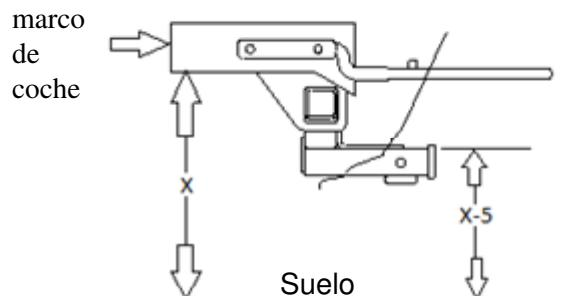
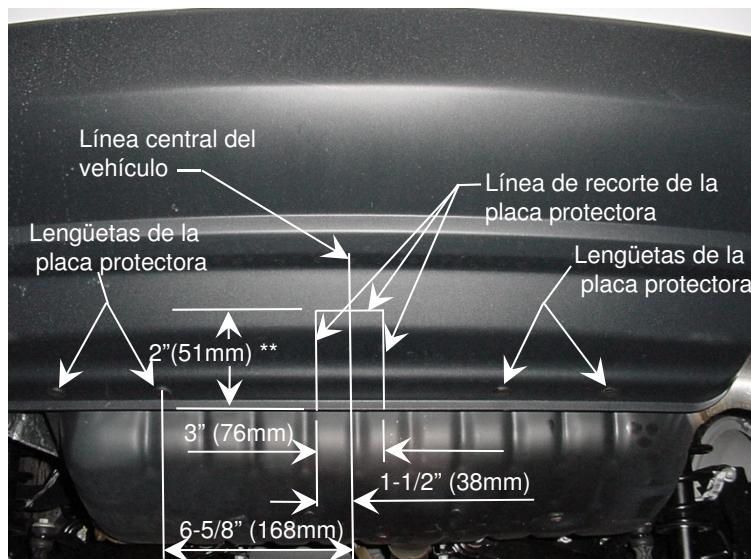

Figura 4
Figura 3
(1)	Cant. (4)	Perno hexagonal, M14 x 120 x 2	(3)	Cant. (2)	Arandela cónica, 5/8"
(2)	Cant. (2)	Arandela de bloqueo, 5/8"	(4)	Cant. (4)	Tuerca hexagonal, M14 x 2.0
- Si el vehículo tiene **gancho de remolque opcional** vea la Nota 1. arriba. Para el **Compass Rallye** vea la Nota 2 y Figura 2. **Consulte con el propietario del vehículo.** Para los modelos **2011 y posteriores de Jeep Patriot y Compass**. Se requiere el recorte de la placa protectora para la instalación del enganche. Obtenga la aprobación del propietario del vehículo antes de cortar. Ver Figura 3 y Figura 4 para diagramas de recorte de la placa protectora.
** El modelo 2011 tiene un recorte vertical de la placa protectora de 2" (medido desde la base del reborde de la placa protectora). Marque la placa protectora con un marcador no permanente. Vuelva a confirmar la altura de corte de la placa protectora usando el procedimiento de la figura 4 y marque la altura desde el piso hasta la placa protectora. Recorte la más baja de las dos marcas.